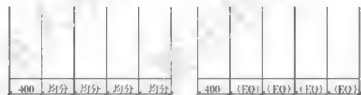

图 1-15
(7)如果标注连续相同的尺寸,可以采用“均分”或“(EQ)”来代替数值标注,如图1-15所示。